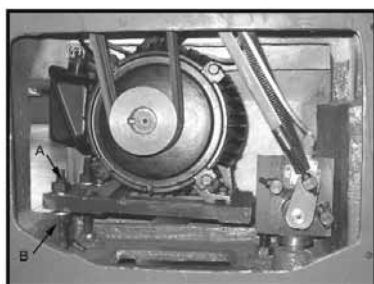

Fig. 20
3. Lossa insexskruven (A, fig. 20). Lägg en träklots som kan användas som hävarm under motorn. Lyft upp motorn och blocket tillfälligt.
6. Spänn remmarna genom att lossa skruven (B, fig. 20) och dra åt skruven (A, Fig. 20) till dess att de går att trycka in remmarna knappt 2 cm (3/4").